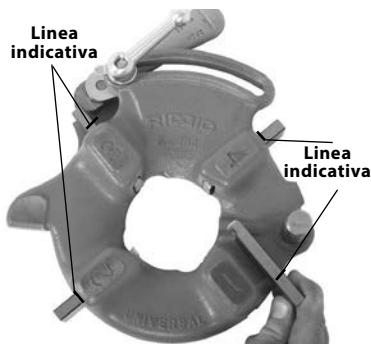

Figura 6 – Inserimento dei pettini
- Sollevare la lingetta della rondella facendola fuoriuscire dalla fessura nella barra graduata. Spostare la rondella fino all'estremità della fessura (Figura 6).
- Inserire gli opportuni pettini nella testa portapettini con il margine numerato rivolto verso l'alto, fino a quando la linea dell'indicatore sarà a pari con il margine della testa portapettini (vedere Figura 6). I numeri sui pettini devono corrispondere ai numeri sulle fessure della testa portapettini. Sostituire sempre i pettini come set - non mescolare pettini provenienti da set diversi.